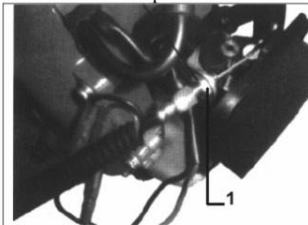

Fig. E6
1. Desserrer l'écrou du câble d'accélérateur (Fig.E6)